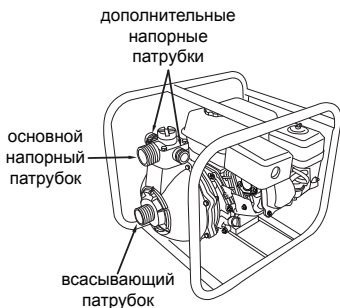

Рис. 3
7.2. Насосная часть насоса WPH15 оснащена двумя дополнительными напорными патрубками (см. рис. 3), позволяющими одновременно использовать до трех напорных шлангов. Неиспользуемые в процессе эксплуатации напорные патрубки следует закрывать крышками.